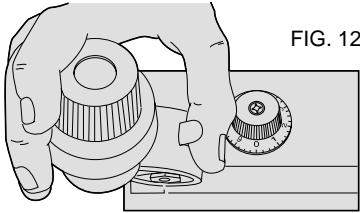

FIG. 14
4. Insérer les forets de petits diamètres au-delà du positionneur, directement dans le mandrin (fig. 14).